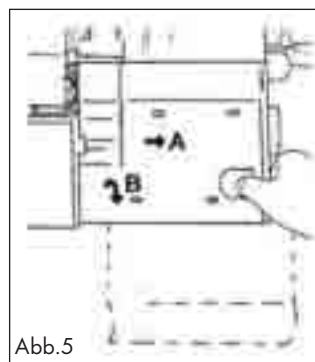

Abb.5
- Schieben Sie die Frontklappe ⑩ nach rechts (A) und ziehen Sie sie dann zu sich hin (B) (Abb. 5). Hinter der Frontklappe ⑩ sehen Sie den Greiferraum.